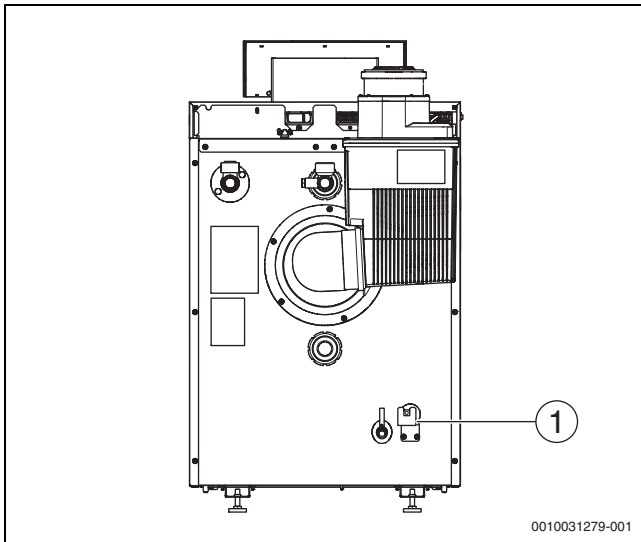

Bild 31 Haltewinkel montieren
- ▶ Haltewinkel (→ Bild 31, [1]) mit den zuvor entfernten Schrauben an der Rückwand montieren.